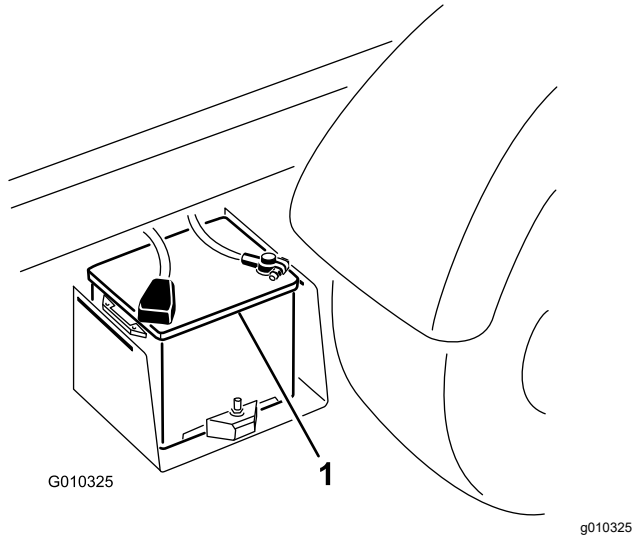

Figura 52
2. Collegate un cavetto portatile tra i poli positivi delle due batterie (Figura 52).